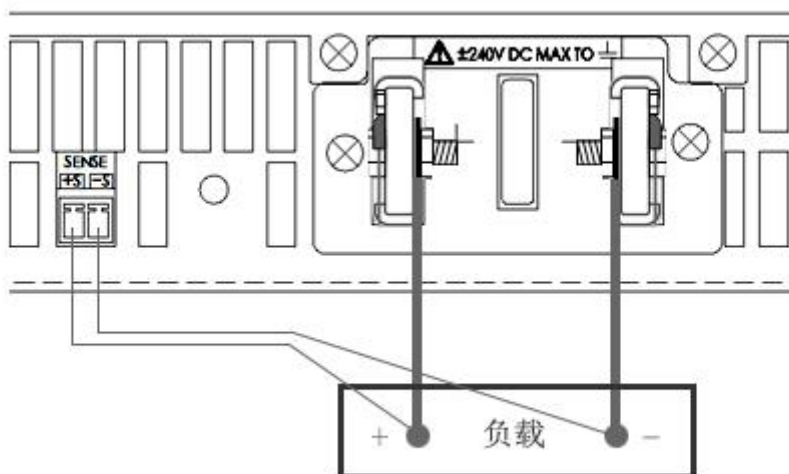

图 2-10 负载连接示意图
- 3) 按图2-10进行连接。使用单独的连接导线将负载连接到输出端子。导线对要尽可能短且要扭绞或捆扎在一起，以便降低引线电感和噪声拾取。由于存在电感效应，因此，确保使用的负载引线每根长度不超过10米。